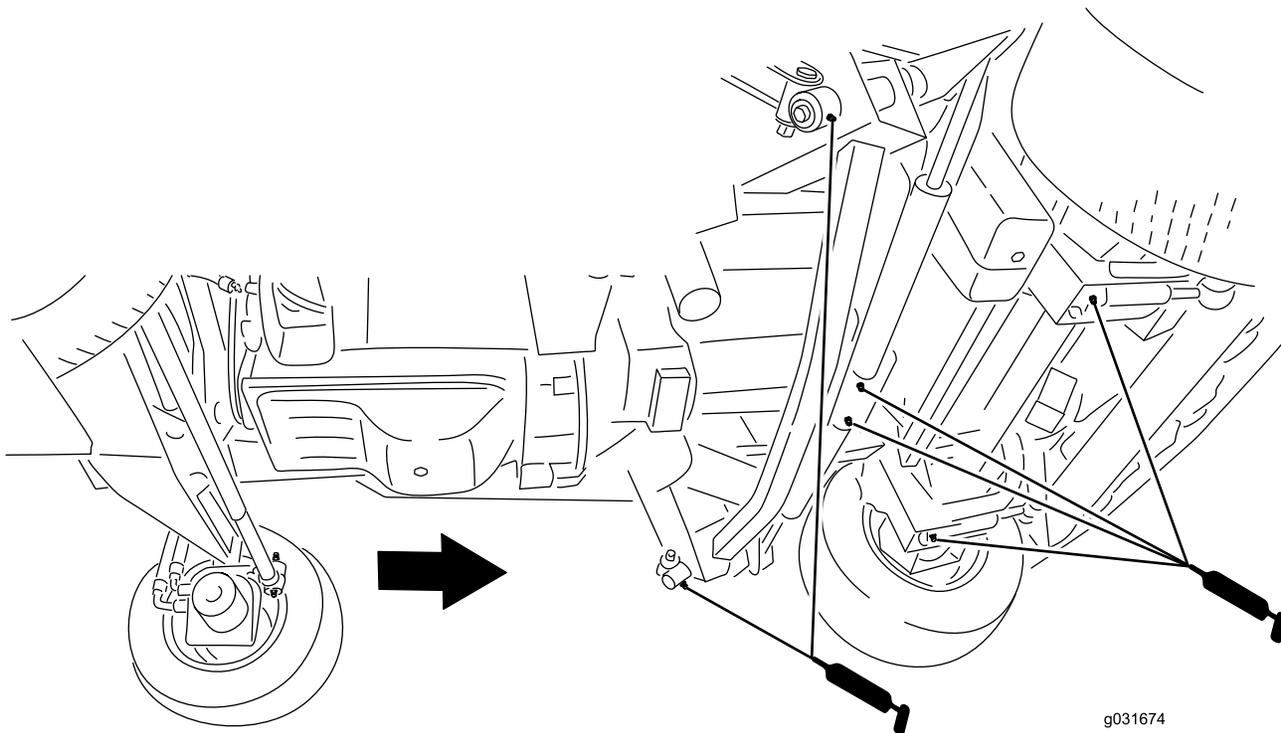

図 77
- インパクトアーム2ヶ所 図 77
- 前デッキの昇降シリンダのピボット2ヶ所 図 77
- サイドデッキの昇降シリンダのピボット2ヶ所 図 77